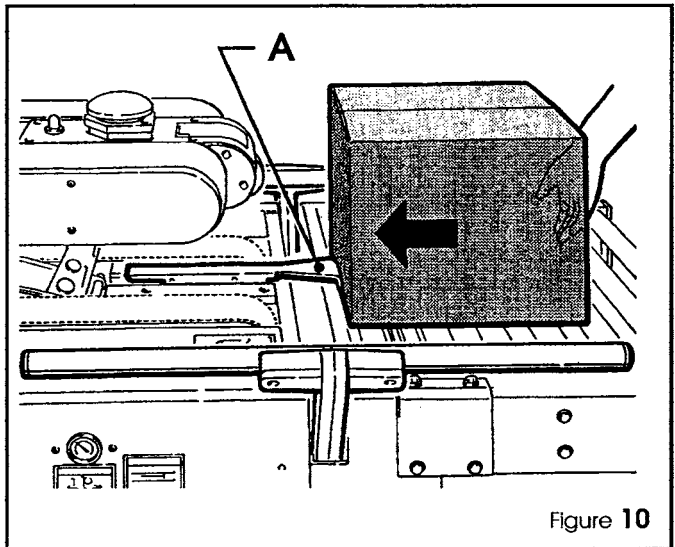

Figure 10
1. Een schakelstang **A** midden op de toevoerrollenband zet de leisponningen in beweging. Door de doos op de toevoerband naar voren te schuiven, zoals te zien is in figure 10, drukt de machinebediener deze hendel omlaag, waardoor de zijdelingse, door luchtcilinders voortbewogen leisponningen zich naar binnen toe bewegen en de doos centreren.